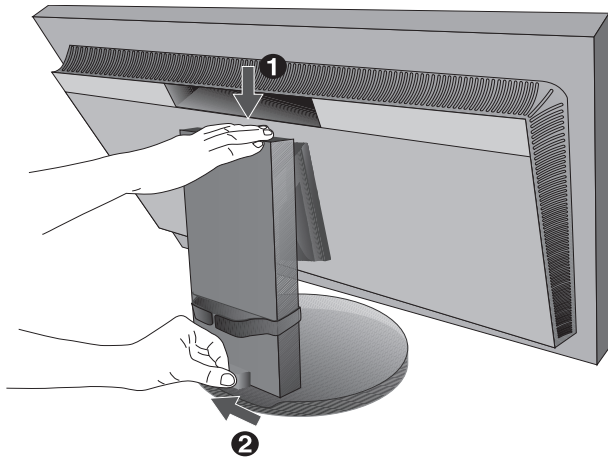

Figure B.1
3. Le bouton de verrouillage bloque le réglage de la hauteur. Placez votre main sur la partie supérieure du moniteur pour abaisser complètement l'écran. Déverrouillez le support et réhaussez l'écran (**Figure B.1**).